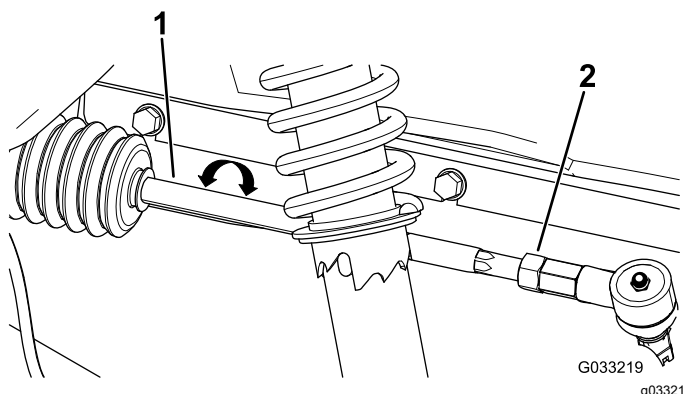

Figure 42
2. Si les mesures ne sont pas comprises entre 0 et +/-3 mm, desserrez les écrous de blocage aux deux extrémités extérieures des biellettes (Figure 42).